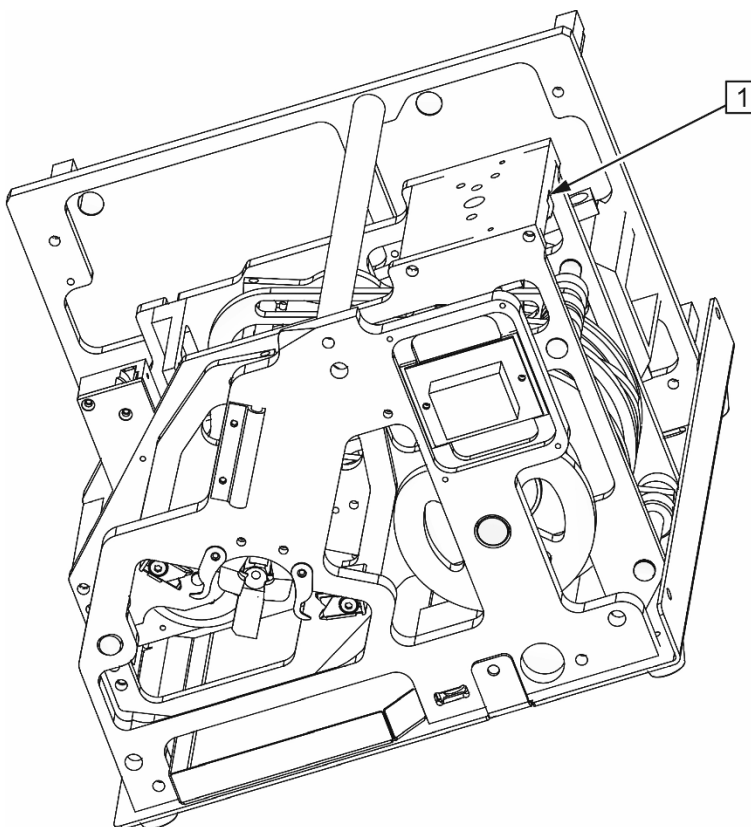

Fig. 16: Lubricación del ajuste del nivel de desaislado
- Introducir aceite lubricante en la ranura (cf. fig. 16, pos. 1) entre la rueda de ajuste y el nivel de desaislado.